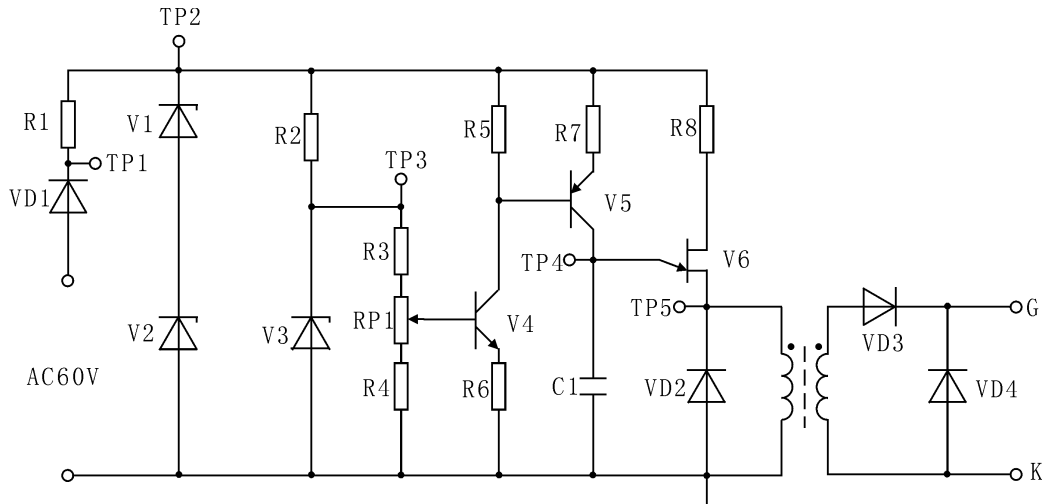

图1-19 单晶体管触发电路原理图
- **单晶体管触发电路** (图 1-19) : 同步电压削波、RC 充放电形成锯齿波。